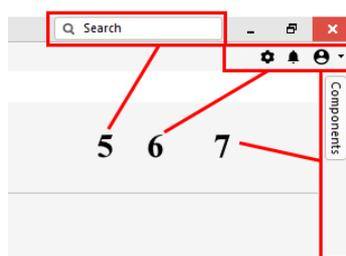

Рис. 3. Элементы интерфейса
На панели меню (рисунок 3) располагается строка поиска (5), а на панели меню (6) кнопки настройки (Setup system preferences), уведомлений (Notifications) и информация о текущем пользователе (Current user information).
- закрепленная плавающая - открывается при нажатии и закрывается при отводе курсора мышки (рисунок 3. Панель Components). Не отнимает рабочую зону, при вызове отображается поверх открытых документов;